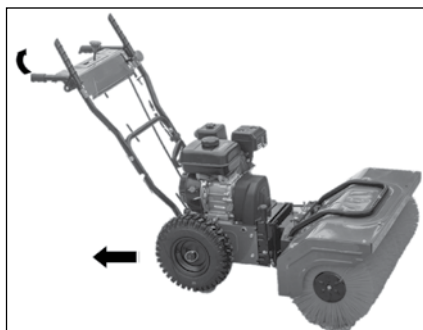

Рис. 8
- Отделите основную часть с двигателем от насадки, отъехав назад (рис. 8).